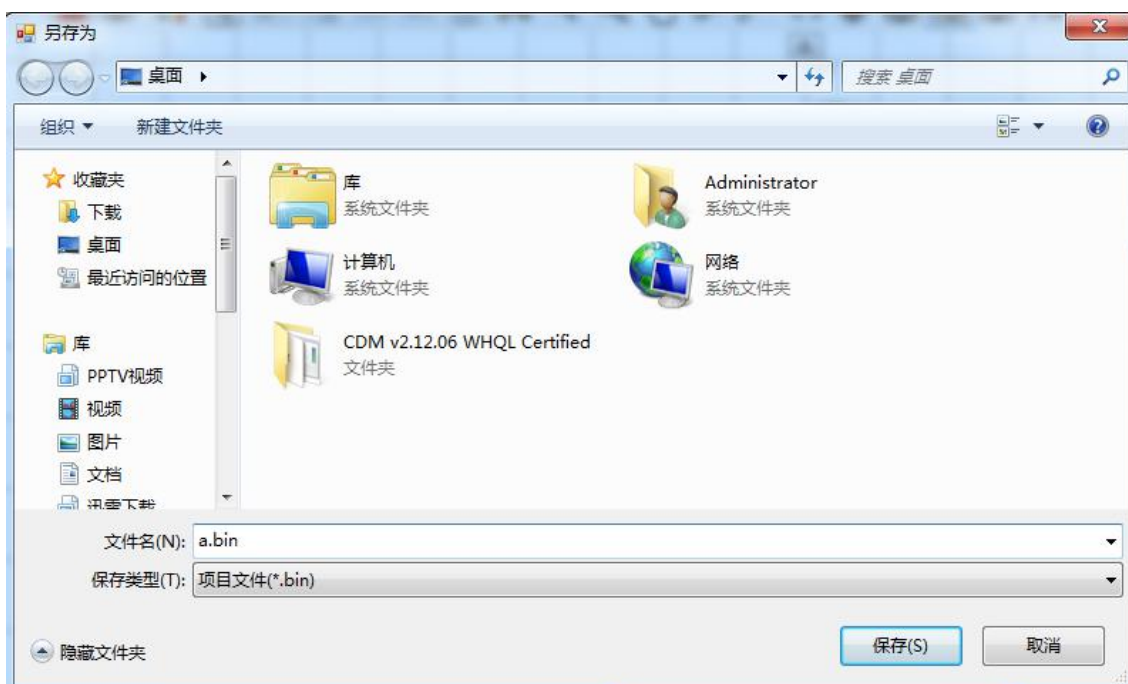

图 3.6.2 保存配置文件
4) 点击菜单栏【文件】-【另存为】，将扫描仪 A 配置信息保存在电脑，后缀名为“.bin”，如图 3.6.2 所示。然后可断开连接、关闭配置软件、拔掉配置线。